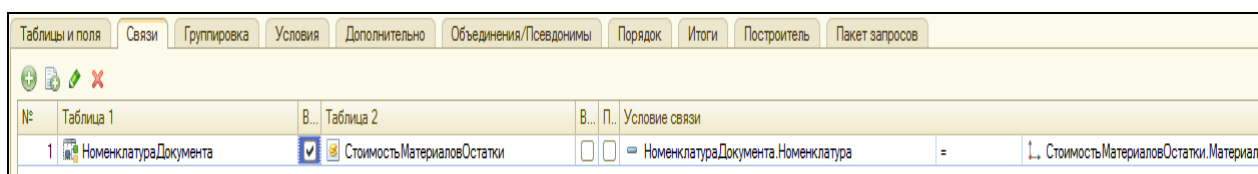

Рисунок 5.12 Связь между таблицами
17. Перейти на закладку **Связи**. На этой закладке будем устанавливать связь между wybranными таблицами (поле Номенклатура из временной таблицы должно быть равно полю Материал таблицы остатков). Нажать на кнопку Добавить (+). Добавить связь и настроить ее (рис. 5.12). *Согласно такой связи все записи и поле Номенклатура из временной таблицы должно быть равно полю Материал из таблицы остатков*. Нажать ОК. Создается текст запроса.